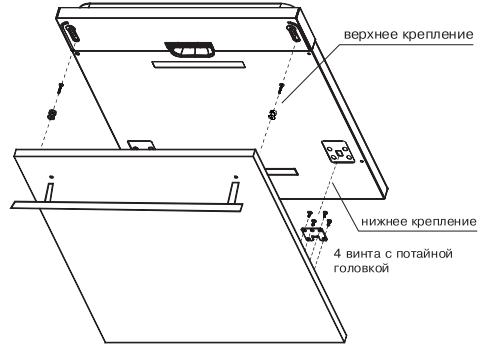

Рис. 4 . Установка декоративной панели.
2. Установите крепления декоративную деревянную панель и с их помощью прикрепите ее к дверце машины (рис. 4).
После размещения декоративной панели укрепите ее на дверце машины при помощи винтов (рис. 4б).